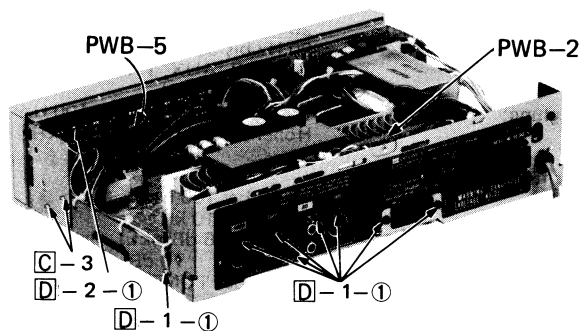

Figure 4-3
3. Remove four screws at the right and left jack bracket, and take the front panel off. See Fig. 4-3, 4-4.
- ①. Remove seven screws at the terminal board and one screw at the earth terminal, and take the terminal P.W.B. off. See Fig. 4-3.
- ①. Remove one screw at the indicator P.W.B., and take the P.W.B. off. See Fig. 4-3.
3. Die vier Schrauben am linken und rechten Anschlußbefestigungswinkel entfernen und die Frontplatte entsprechend abnehmen. Siehe Abbildung 4-3, 4-4.
- ① Die sieben Befestigungsschrauben der Anschlußleiterplatte und die einzelne Schraube der Erdungsklemme entfernen und die Anschlußleiterplatte abnehmen. Siehe Abbildung 4-3.
- ① Die einzelne Schraube der Anzeigeleiterplatte entfernen und die Leiterplatte entsprechend abnehmen. Siehe Abbildung 4-3.
3. Déposer les quatre vis des pattes de fixation des douilles droites et gauches et déposer le panneau avant. Voir les Figs. 4-3 et 4-4.
- ① Déposer les sept vis du panneau de bornes et la vis de la borne de terre et déposer la PMI de bornes. Voir la Fig. 4-3.
- ① Déposer la vis de la PMI des témoins et déposer la PMI. Voir la Fig. 4-3.